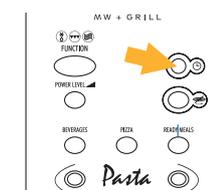

fig. 11
- 9) **Non cuocere le uova con il guscio** (fig. 11): la pressione che si forma all'interno farebbe esplodere l'uovo, anche a cottura ultimata. Non riscaldare le uova già cotte, a meno che non siano strapazzate.